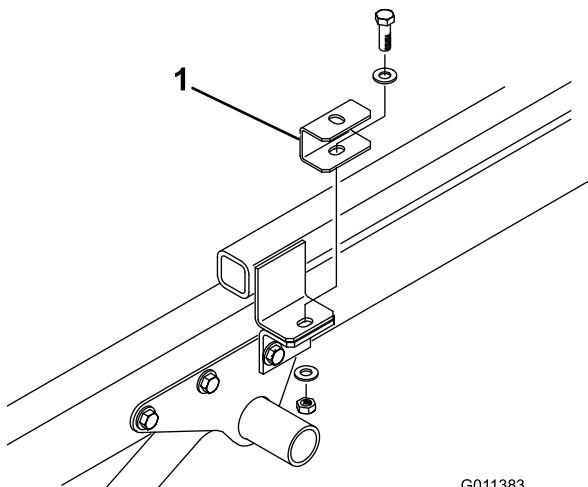

Figura 7
4. Fixe um espaçador de montagem ao topo de cada patilha de suporte de engate com parafuso, 2 anilhas de cabeça chata e a porca de bloqueio previamente removidos (Figura 7).
5. Posicione a máquina no chassis do veículo, alinhando os orifícios nos suportes de montagem traseiros com os orifícios em cada lado da estrutura (Figura 7).